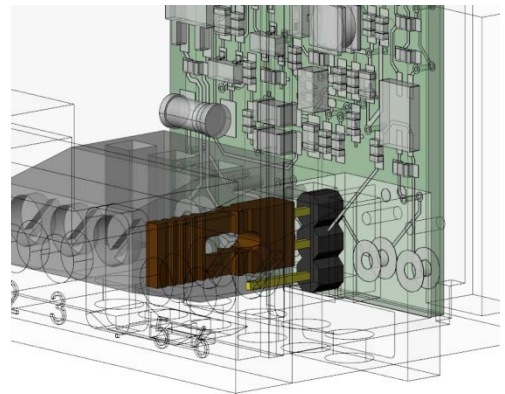

Abb. 4: Abschlusswiderstand aktiviert
- ▶ Stecken Sie die Steckbrücke J1 auf die beiden oberen Kontakte. Der Abschlusswiderstand ist aktiviert (Abb. 4).